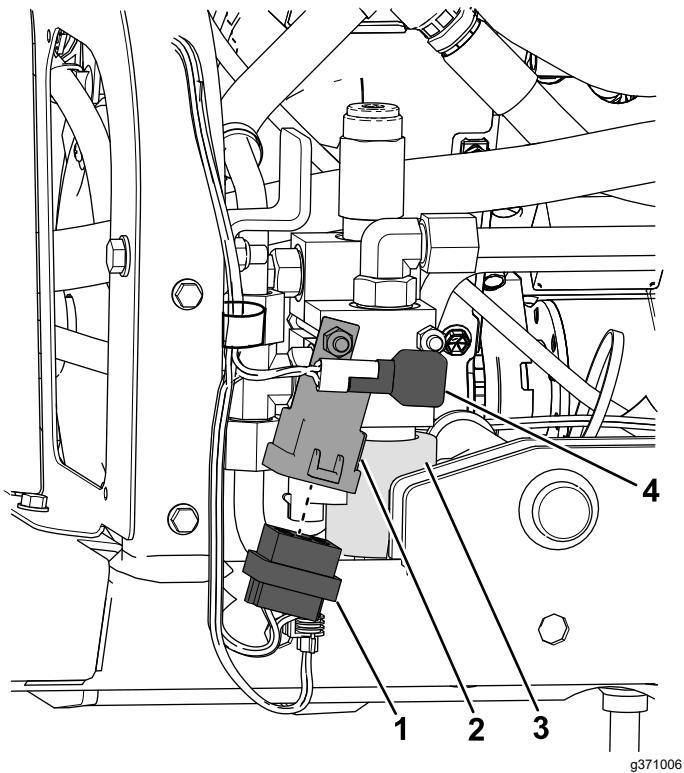

**Bild 34**
2. Nehmen Sie den Kunststoffstopfen vom Armaturenbrett ab und installieren Sie den Schalter (Bild 34).
4. Befestigen Sie den Kabelbaum am Schalter im Armaturenbrett (Bild 34).
6. Befestigen Sie den Hauptkabelbaumstecker am Hauptkabelbaum (Bild 34).